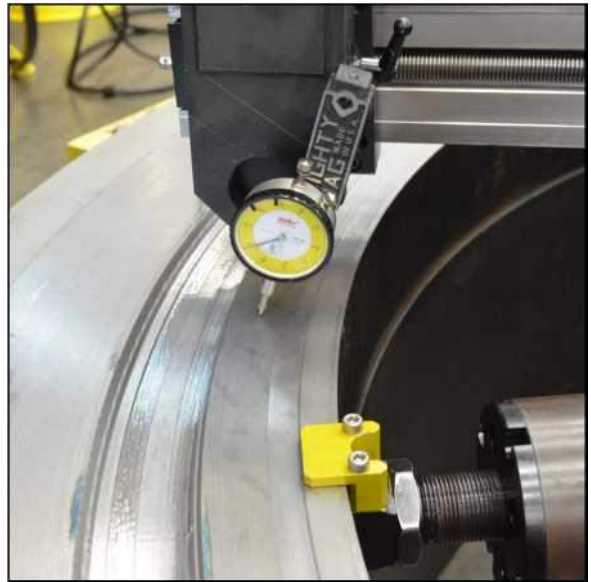

Abbildung 3-6. Justieren und Zentrieren der Innenspannung
6. Ziehen Sie die Feststellfüße straff und justieren Niveau und Zentrierung der Maschine (Abbildung 3-6). Siehe Kapitel 3.6 für Informationen zum Zentrieren und Nivellieren der Innenspannung.
11. Nivellieren Sie die Maschine durch Drehen der Nivellierschrauben in jedem Justierfuß mit der Messuhr dicht daran zur Nivellierung der Anordnung (Abbildung 3-6).